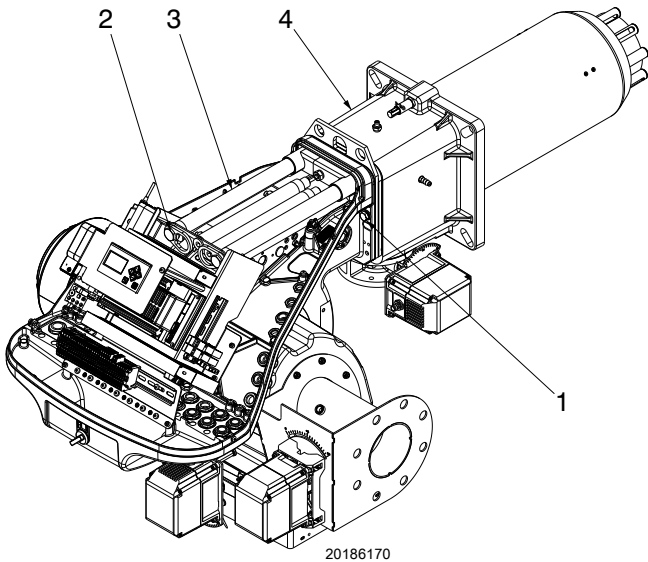

图 19
- 插入电极电缆，然后将燃烧器滑到接触到多歧管 —— 燃烧器位置如图 19 所示；